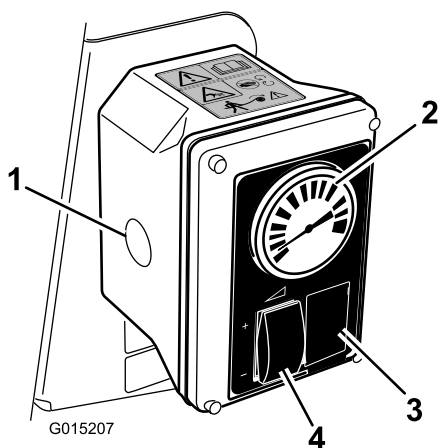

Figure 13
- Réglez la commande de débit et la commande d'accélérateur pour augmenter ou réduire la pression au manomètre à la valeur voulue (Figure 13).